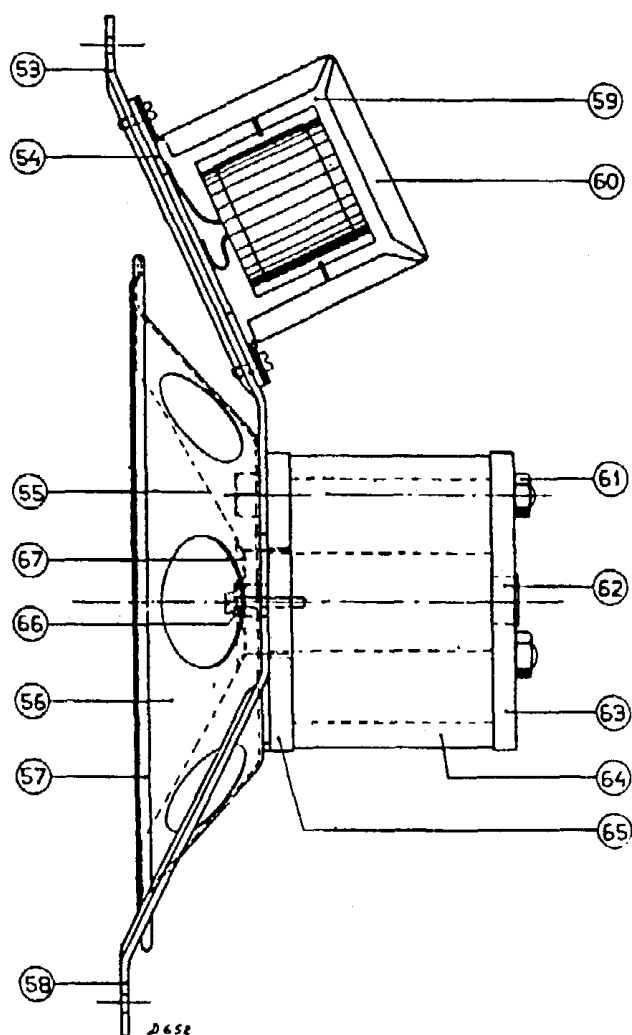

Fig. 9
Un aimant annulaire (fig. 9, repère 64) est fixé au moyen de 3 boulons (61), entre deux plaques de fer doux (63 et 65). Dans la plaque la plus arrière est riveté un noyau en fer doux (62), tandis qu'on a foré une ouverture, dans la plaque avant; on obtient ainsi un entrefer de 1 mm. Le centrage du cône se fait au moyen de plaques de centrage faites d'une matière élastique (67) dans lesquelles est riveté un manchon d'écartement (66). Un petit boulon à pas de vis de 3 mm le fixe ainsi que les plaques de centrage sur le bloc-noyau. Le bord du cône en flanelle est fixé à l'aide d'une rondelle rivetée au porte-cône.